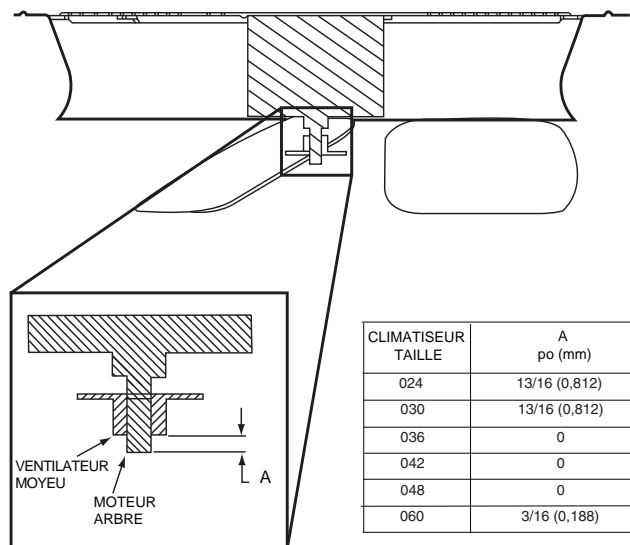

Fig. 16 – Réglage du ventilateur extérieur
5. Assurez-vous de remettre la roue de ventilateur dans la position indiquée dans la Fig. 16. Serrez les vis de fixation.